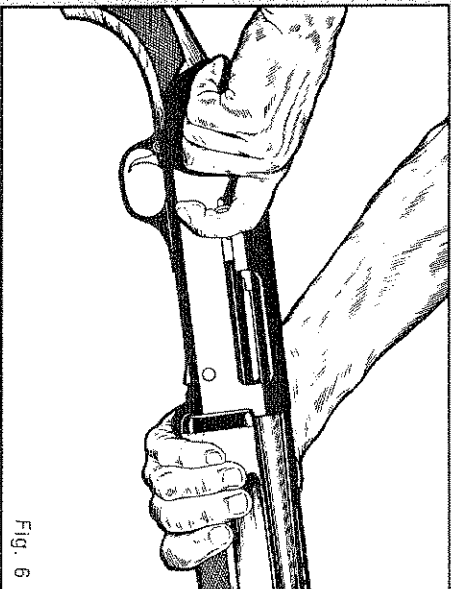

Fig. 6
- tirare indietro la manetta fino ad agganciare l'otturatore (Fig. 6);